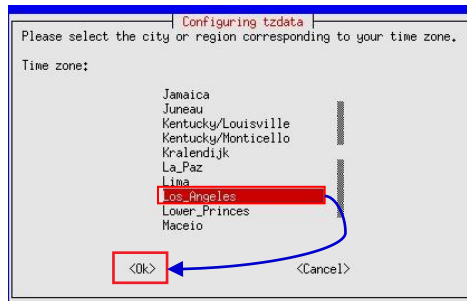

图 50 时区 - 设置国家/地区
6. 使用 [↑] 和 [↓] 来将光标移动到正确的国家 (如图 50 所示).